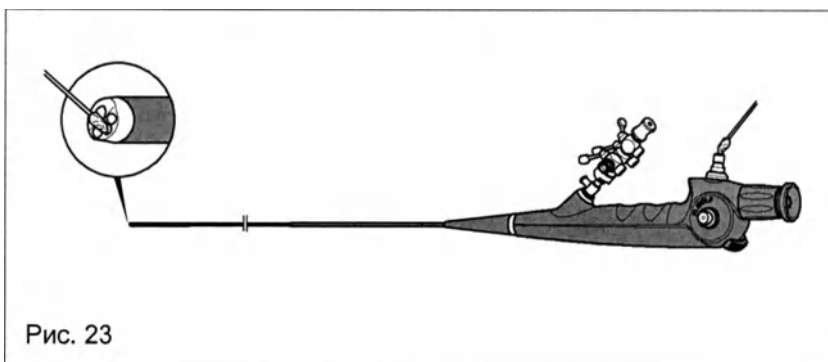

Рис. 23
- ◆ Протрите стеклянные поверхности смоченным в спирте тампоном (используйте деревянную, а не металлическую или пластмассовую палочку), устранив трудноудаляемые налеты средством для очистки инструментов* (Рис. 23).